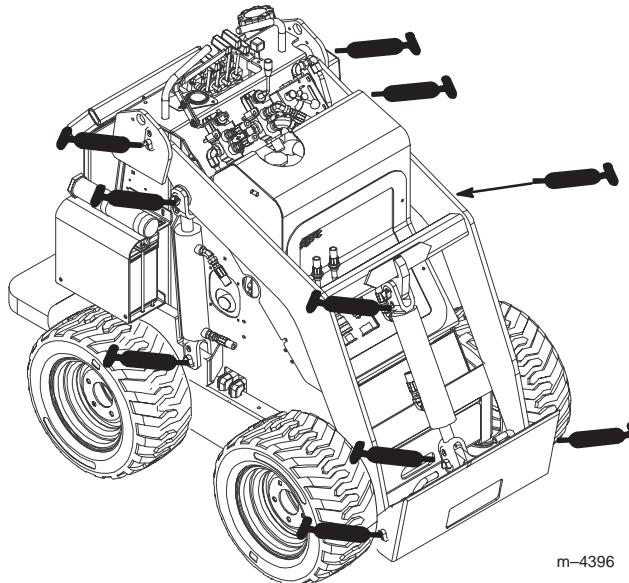

Bild 24
3. Setzen Sie die Fettpresse nacheinander an allen Nippeln an (Bild 24 und 25).